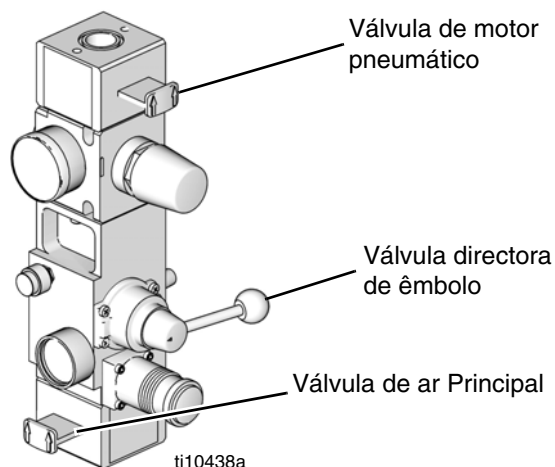

FIG. 6: Módulo de Controlo de Ar
2. **Para comandos pneumáticos D200s, D200, D60 e S20:** Consulte FIG. 6.